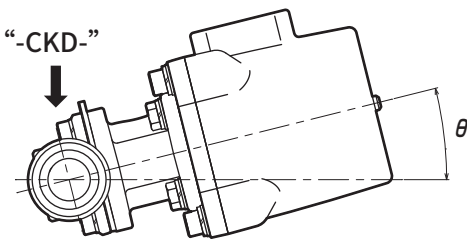

图1. 阀门倾斜角度
- 横向配管时，使阀倾斜进行配管，可将阀内的液体残留控制在最小限度。配管时请使本体配管部刻印的“-CKD-”标记朝向正上方。（参照表1、图1）